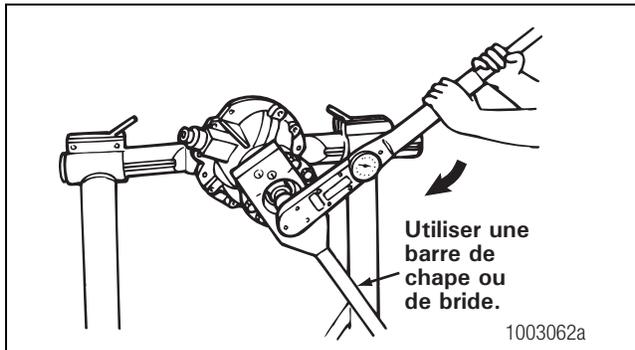

Figure 5.34
7. Poser l'écrou de pignon et la rondelle (selon l'équipement) sur l'arbre de pignon, contre le collet de la chape. Serrer l'écrou sur le collet de la chape au couple prescrit. Figure 5.34. Se reporter à la Section 8.